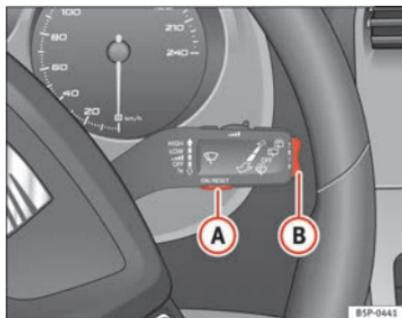
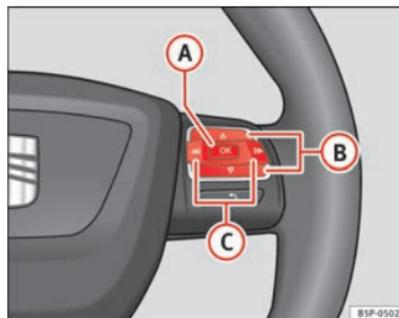

Fig. 45 Levier de l'essuie-glace : la touche A sert à confirmer les options du menu et la commande à bascule B permet de changer de menu
Fig. 46 Commandes au volant : la touche A sert à confirmer les options du menu et la touche B permet de changer de menu
- Pour accéder au menu « Configuration », appuyez sur la touche **(C)** ⇒ page 70, fig. 46 jusqu'à ce qu'il apparaisse à l'écran. Vous vous trouvez maintenant dans ce menu.
- Pour passer d'une mémoire à l'autre, appuyez brièvement sur la touche **A** ⇒ page 70, fig. 45 ⇒ page 70 du levier de l'essuie-glace ou sur la touche **OK** du volant multifonction ⇒ page 70, fig. 46 ⇒ page 70 lorsque vous avez mis le contact. ▶
Vous pouvez consulter sur l'indicateur multifonction les données suivantes en actionnant la commande à bascule **(B)** ⇒ page 70, fig. 45 ⇒ page 70 du levier de l'essuie-glace ou en appuyant sur la touche **(Δ)** ou **(▽)** ⇒ page 70, fig. 46 du volant multifonction*.